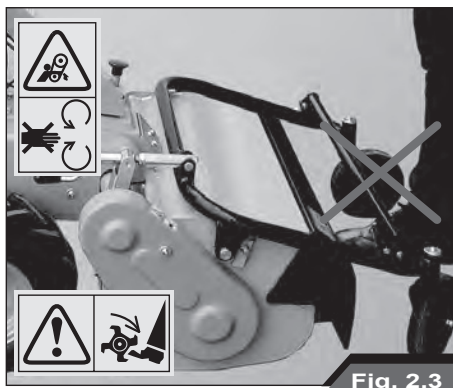

Fig. 2.3
- Przed uruchomieniem urządzenia należy się zawsze upewnić, czy w pobliżu wirnika ostrzy (Rys. 2.3) nie przebywają żadne osoby.